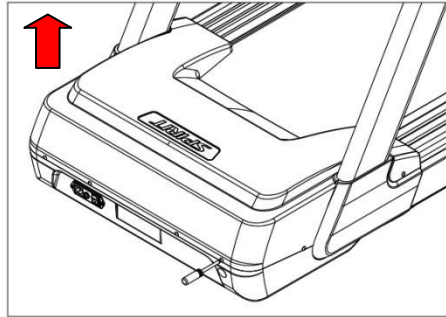

Abb. 4.2.1
- 1) Wie in Abb. 4.2.1 dargestellt, lösen Sie mit einem Schraubendreher die 8 Schrauben der Motorabdeckung. Entfernen Sie dann die Abdeckung.
- 1) Entfernen Sie die Motorabdeckung wie in Abb. 4.2.1 dargestellt.